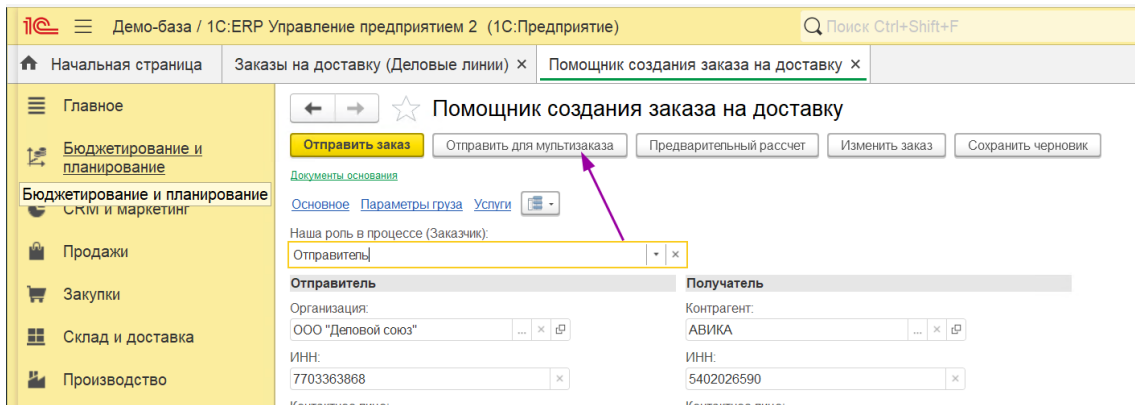

Рисунок 19 - Сохранение заказа как черновика для мультизаказа
- Создание Заказа на доставку и его сохранение в статусе "Черновик" (не путать с неотправленным документом!). Выполняется по кнопке "Отправить для мультизаказа" (см. рисунок 19):